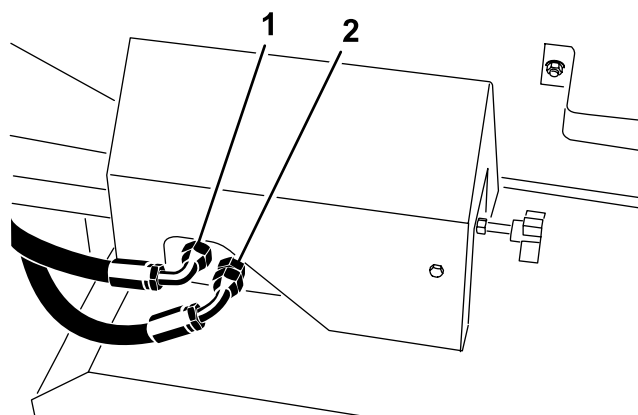
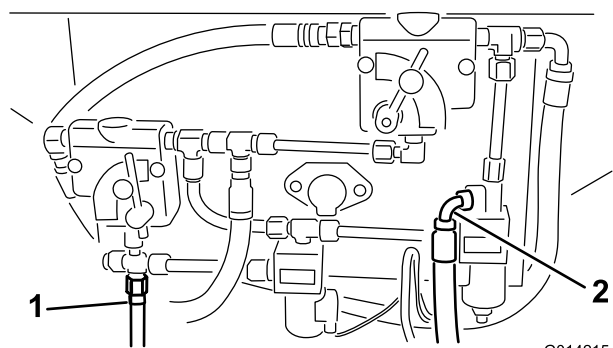
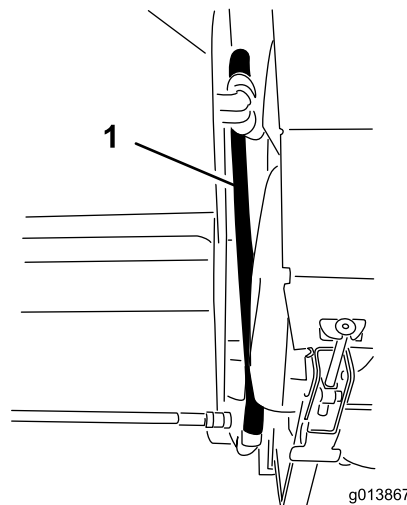
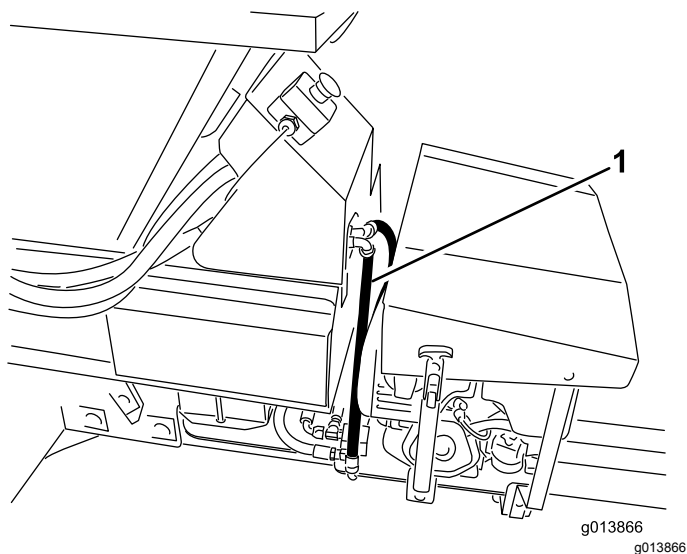

Figura 15
Figura 14
Figura 16
Figura 17
40. Identifique las conexiones de presión y retorno de la ProPass - modelo básico. Consulte Figura 14 para las versiones SH y Figura 15 para las versiones EH.
41. Si ya había mangueras de presión y retorno instaladas en los puntos indicados en Figura 14 y Figura 15, retírelas.
42. Conecte las mangueras hidráulicas al panel de control hidráulico. Consulte Figura 14 y Figura 16 para las versiones SH, y Figura 15 y Figura 17 para las versiones EH.